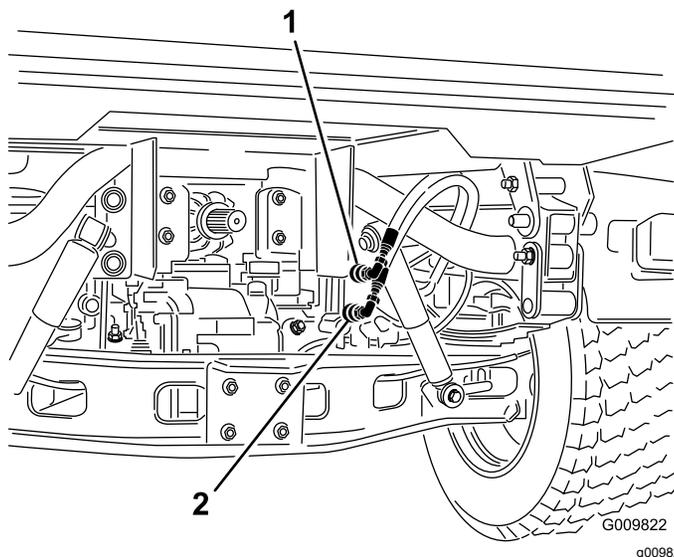

Рисунок 76
2. На обоих автомобилях отсоедините по два шланга быстроразъемных муфт от шлангов, прикрепленных к кронштейнам муфт (Рисунок 76).